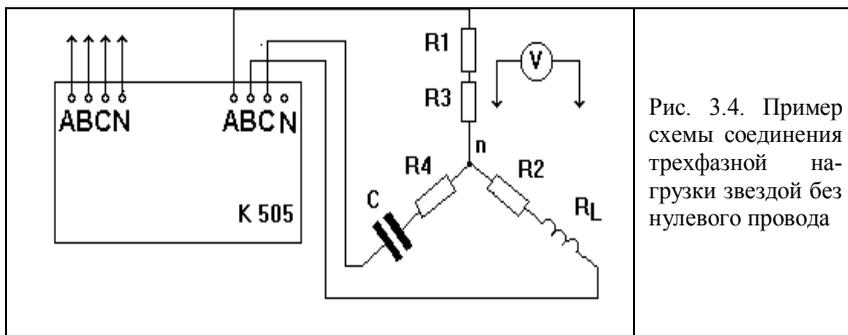
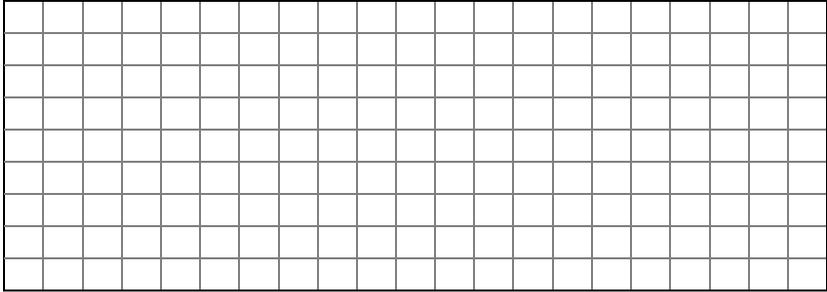

Рис. 3.4. Пример схемы соединения трехфазной нагрузки звездой без нулевого провода
Рис. 3.5. Сетка для схемы измерения параметров трехфазной активно-реактивной нагрузки, соединенной звездой без нулевого провода
6. Составить и изобразить в рабочей тетради (сетка для рис. 3.5) одну из разновидностей схем включения сопротивлений в трехфазную сеть или внести изменения в схеме, представленной в качестве примера на рис. 3.4.